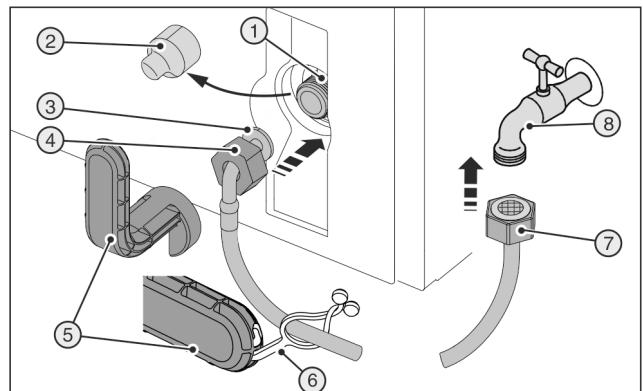
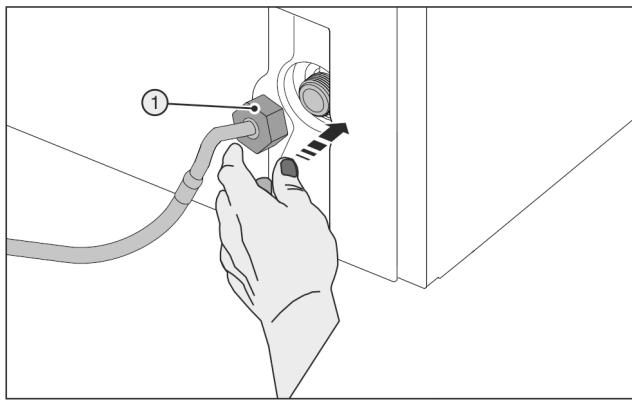

Fig. 45
Fig. 46
Zerbrochenes Hilfswerkzeug Fig. 45 (5)!
- Hilfswerkzeug Fig. 45 (5) ausschließlich bei Raumtemperatur verwenden.
- Abdeckung Fig. 45 (2) abziehen.
- Erleichterte Montage: Gerades Schlauchende Fig. 45 (7) nach links auf den Boden auslegen.
- Mutter Fig. 45 (4) über abgewinkeltes Schlauchende Fig. 45 (3) bis zum Ende schieben und festhalten.
- ▶ Mutter Fig. 46 (1) vorsichtig ansetzen und mit zwei Fingern gerade auf Gewinde schrauben, bis ein sicherer Sitz erreicht ist.
- ▶ Mutter Fig. 46 (1) mit Hilfswerkzeug Fig. 45 (5) im Uhrzeigersinn festziehen bis maximales Drehmoment erreicht ist und Hilfswerkzeug Fig. 45 (5) überdreht.
- ▶ Mutter Fig. 45 (7) auf Absperrhahn Fig. 45 (8) schrauben.
- ▶ Mutter Fig. 45 (7) mit Hilfswerkzeug Fig. 45 (5) im Uhrzeigersinn festziehen bis maximales Drehmoment erreicht ist und Hilfswerkzeug Fig. 45 (5) überdreht.
- ▶ Absperrhahn Fig. 45 (8) der Wasserzuführung öffnen und gesamtes Wassersystem auf Dichtigkeit prüfen.
- ▶ Lasche Fig. 45 (6) in Hilfswerkzeug Fig. 45 (5) einhaken und zur Aufbewahrung am Edelstahlschlauch befestigen.